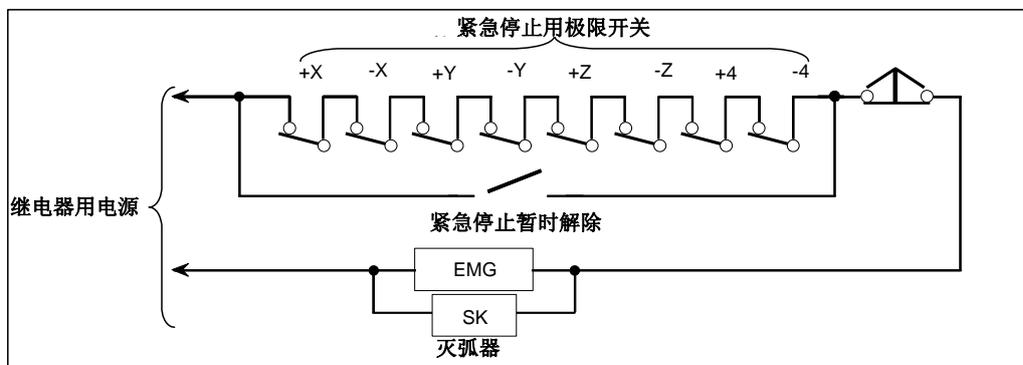

图 2.1 (b) 紧急停止用极限开关的连接
- [动作] 信号*ESP 成为‘0’时，CNC 即被复位，进入紧急停止状态。通常情况下通过按钮开关的 B 接点来指令该信号。通过紧急停止伺服准备就绪信号(SA)就成为‘0’。本 CNC 中，其基本规格是通过存储行程检测功能来进行超程检测。无需通常的用于超程检测的极限开关。但是，机床因伺服反馈系统的故障而越过软件极限移动时，为了使其停下，务必设置行程检测极限开关。按照如图 2.1 (b)所示方式进行连接。